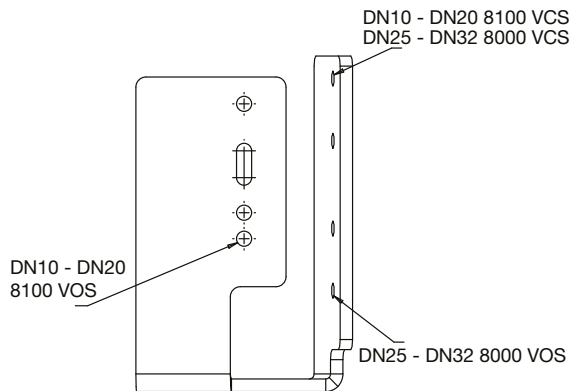

Figure 2: Support de l'indicateur de position IP 67
- Noter la position de la baguette et l'emplacement des trous de fixation. Retirer les 2 vis avec précaution et soulever l'indicateur de position existant. Se référer aux Figures 2 à 5 (page 10-30.4-45) pour assurer le bon emplacement de l'indicateur de position.
- Se référer aux Figures 2 à 5 pour assurer le bon emplacement de l'indicateur de position. La taille de vanne est représentée dans le numéro de modèle par les 4 premiers caractères. Par exemple, une vanne H de 1-1/4" devrait avoir le n° de modèle 125H.